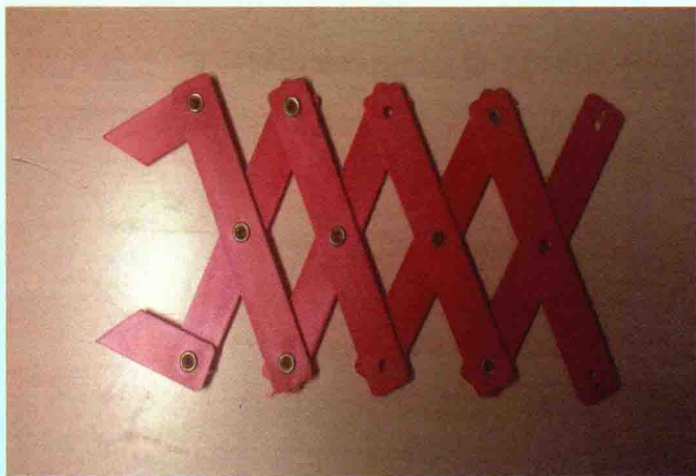

图8 两个平行四边形拼接后效果
(1) 拿出平行四边形模型和带剪刀口的平行四边形模型，把平行四边形模型和带剪刀口的平行四边形模型，用2个螺钉和2个螺母拼起来，如图8所示。